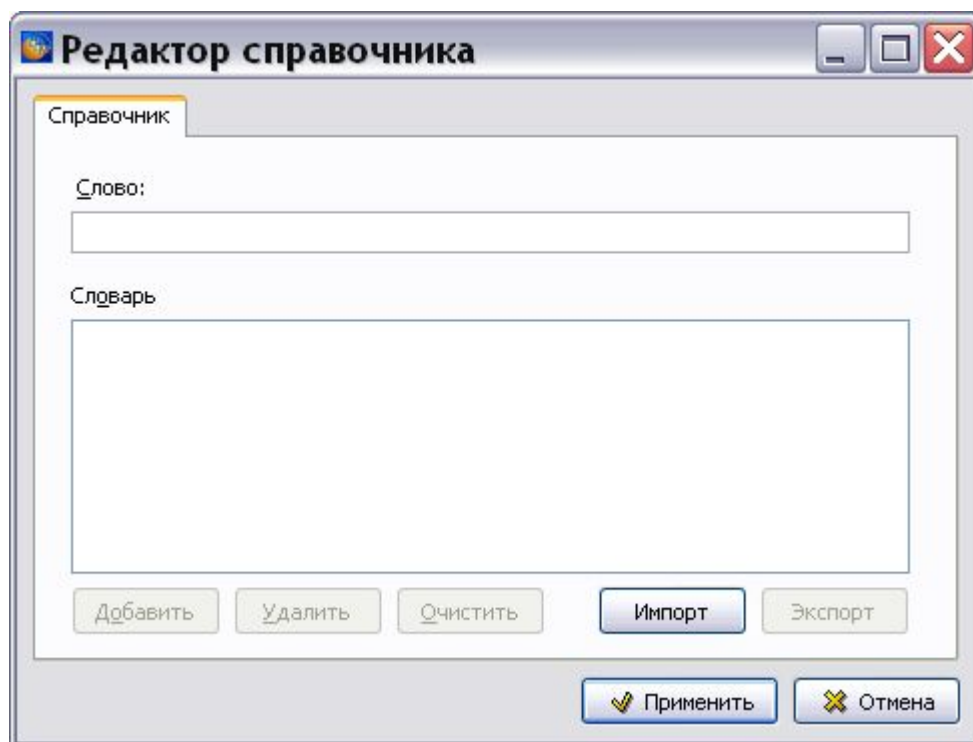

Рис. 3.36
1. Нажмите на кнопку **Словарь пользователя**. После этого появится окно **Редактор справочника** (Рис. 3.36).